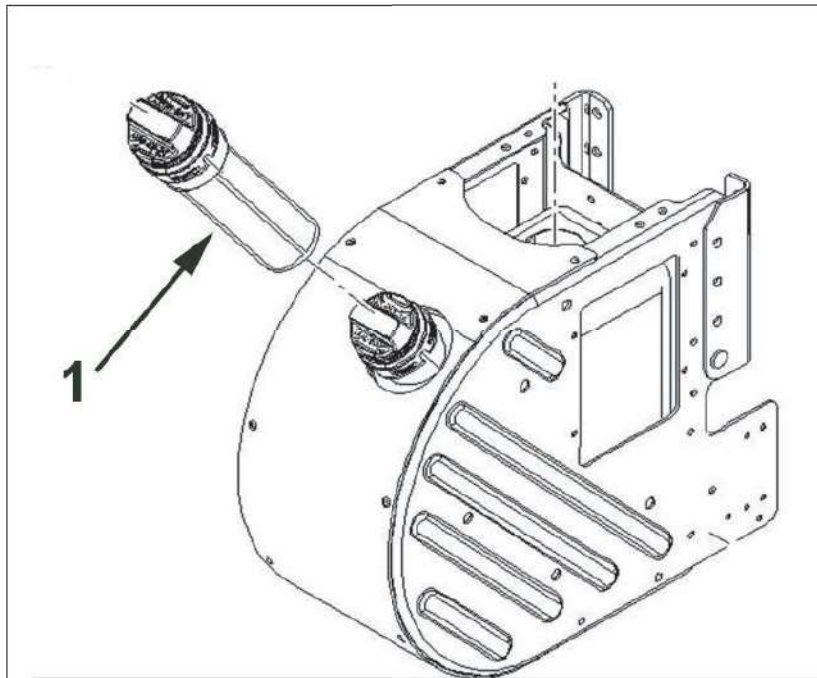

Figure 6.13 - Filterzeef
3. Verwijder het DEF-zeeffilter uit de vulnek, zie item 1, afb. 6.13.